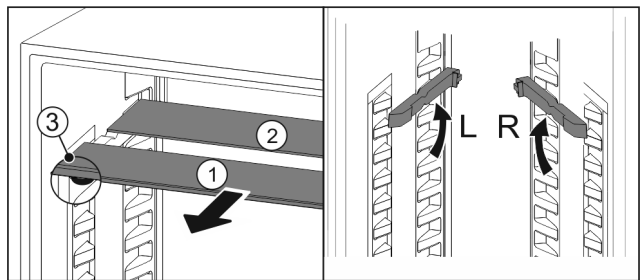

Fig. 81
- Издърпайте Fig. 81 (1) поотделно стъклените плочи напред.
- ▷ Стъклената плоча Fig. 81 (1) с декоративната лайстна е отпред.
- ▷ Ограничителите Fig. 81 (3) сочат надолу.